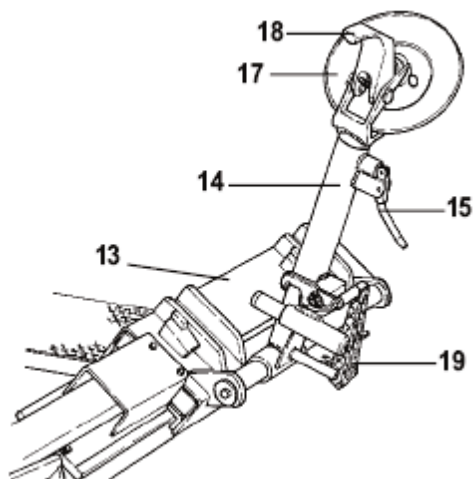

Рис. 22
3) Убедитесь в том, что съемный рычаг находится с боковой стороны колеса. Если нет, нажмите на рычаг 19 (рис.22) и поверните его на 180°.
1) Установите кронштейн съемного рычага 14 (рис.22) в не рабочее положение. Подведите его к внешней стороне колеса и установите рычаг.
2) Вращайте колесо и одновременно вставляйте съемный рычаг 18 (рис.22) между ободом и бортиком, пока он не зафиксируется в этом положении.
7) Убедитесь в том, что съемный рычаг установлен на боковой стороне колеса. Если нет, нажмите на рычаг 19 (рис.22) и поверните его на 180°.
12) Рукояткой 19 (рис.22) поверните съемный рычаг на 180°.
21) Установите кронштейн съемного рычага 14 (рис.22) в рабочее положение.
- 3) Опускайте кронштейн зажимного устройства 14 (рис.22), пока оно не зафиксируется в нужном положении.
- 8) Отведите кронштейн съемного рычага 14 (рис.22) от обода. Отпустите рукоятку и установите кронштейн в не рабочее положение. Установите кронштейн съемного рычага к внутренней части колеса.
- 9) Нажмите на рычаг 19 (рис.22) и поверните лапку съемного рычага на 180°, которая при этом автоматически фиксируется. Установите кронштейн в рабочее положение.
7) Отведите кронштейн съемного рычага 14 (рис.22) от края обода. Установите кронштейн в не рабочее положение. Установите кронштейн съемного рычага к внутренней части колеса.
8) Нажмите на рукоятку 19 (рис.22) и поверните лопатку съемного рычага на 180°. Она автоматически зафиксируется в этом положении. Установите кронштейн съемного рычага в рабочее положение.